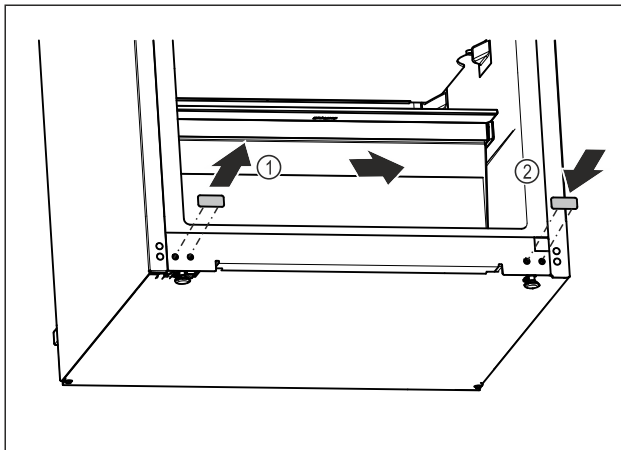

Fig. 17
- ▶ Извлеките заглушку. Fig. 17 (1)
- ▶ Установите заглушку на противоположной стороне. Fig. 17 (2)